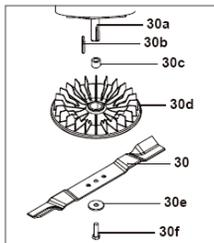

Fig. 30
1. Maintenir le dessous du produit et le dispositif de coupe (30) propres et exempts de débris. Retirer l'herbe coupée de la goulotte d'évacuation (31).
3. Garder le dispositif de coupe (30) aiguisé pour conserver de bonnes performances de coupe. Si le dispositif de coupe est usé ou endommagé, le remplacer par un nouveau dispositif de même type ou demander à un spécialiste qualifié de l'aiguiser.
4. Desserrer le boulon hexagonal (30f) dans le sens inverse des aiguilles d'une montre à l'aide d'une clé adaptée et le déposer avec la bride de blocage (30e), le dispositif de coupe (30), le support (30d), la bague (30c) et la goupille (30b) (Fig. 30).